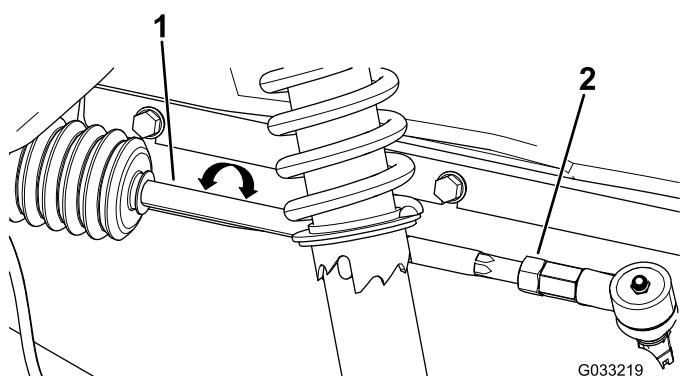

Figura 52
- Se la misura non rientra nel campo specificato di 0-6 mm, allentate i controdadi all'estremità esterna dei tiranti (Figura 52).